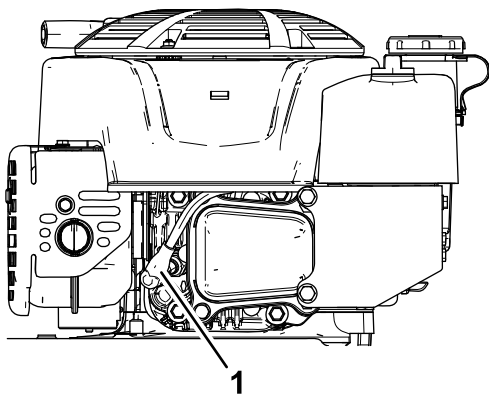

Bild 28
2. Ziehen Sie den Kerzenstecker von der Zündkerze ab (Bild 28).